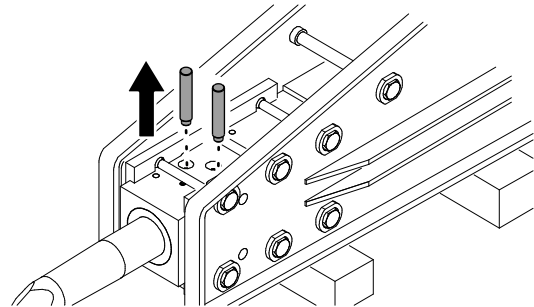

Figure 6
3. Retirez les goupilles de maintien (Figure 6).